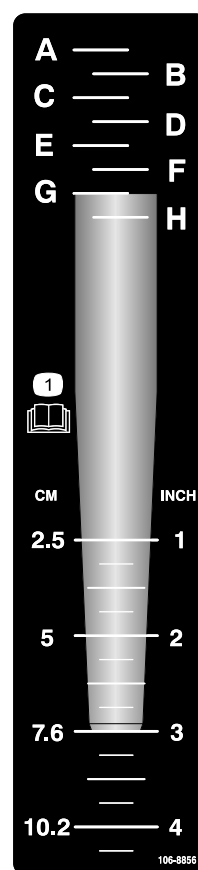

Figure 23
1. Placez le louchet voulu sur l'autocollant de profondeur, tout en alignant la pointe du louchet sur la profondeur d'aération recherchée, comme montré à la Figure 23.
2. Observez la lettre alignée avec l'extrémité de montage du louchet (Figure 23). Réglez la commande de profondeur à la lettre correspondante sur l'autocollant.